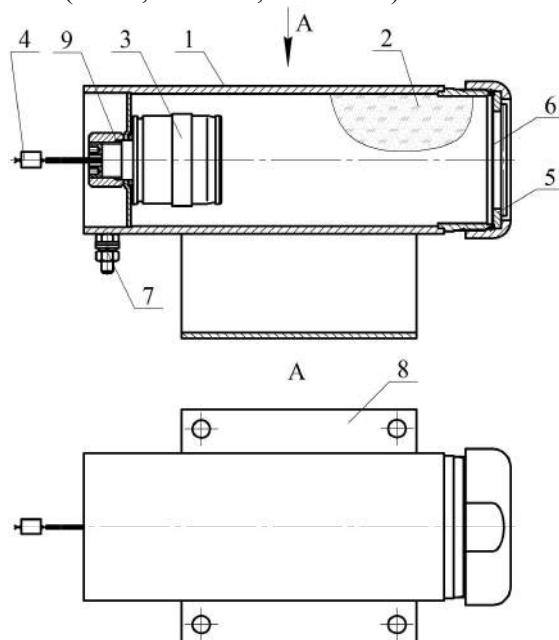

Рисунок 1
A.4.4.2 Закрепить кронштейн 8 (см. рисунок 1) на несущей поверхности (стена, потолок, пол). Координаты отверстий для крепления МПП показаны на рисунке 2.
4.1.1 МПП (см. рисунок 1) состоит из корпуса **1**, в котором размещаются огнетушащий порошок (ОП) **2** и источник холодного газа (ИХГ) **3** с элементом электропусковым **4**. В передней части корпуса находится насадок-распылитель **5**, выходное отверстие которого перекрыто мембранный **6**. Модуль имеет заземляющий зажим **7**.
- ИХГ-0,65(М)-01 СИАВ 066614.025.000 ТУ для МПП нормального исполнения, ИХГ-0,65(М)-02 СИАВ 066614.025.000 ТУ для МПП специального исполнения или ИХГ-0,65(М)-06 СИАВ 066614.025.000 ТУ для МПП в широком температурном диапазоне эксплуатации (поз. 3 рисунок 1) – 1 шт.;
- резиновое кольцо 020-026-36 ГОСТ 9833-73 (поз. 9 рисунок 1) – 1 шт.;
- огнетушащий порошок ИСТО-1 ТУ 2149-001-54572789-00 (поз. 2 рисунок 1) - 0,5 кг;
- мембрана черт. СИАВ 634233.007.005 (поз. 6 рисунок 1) - 1 шт.